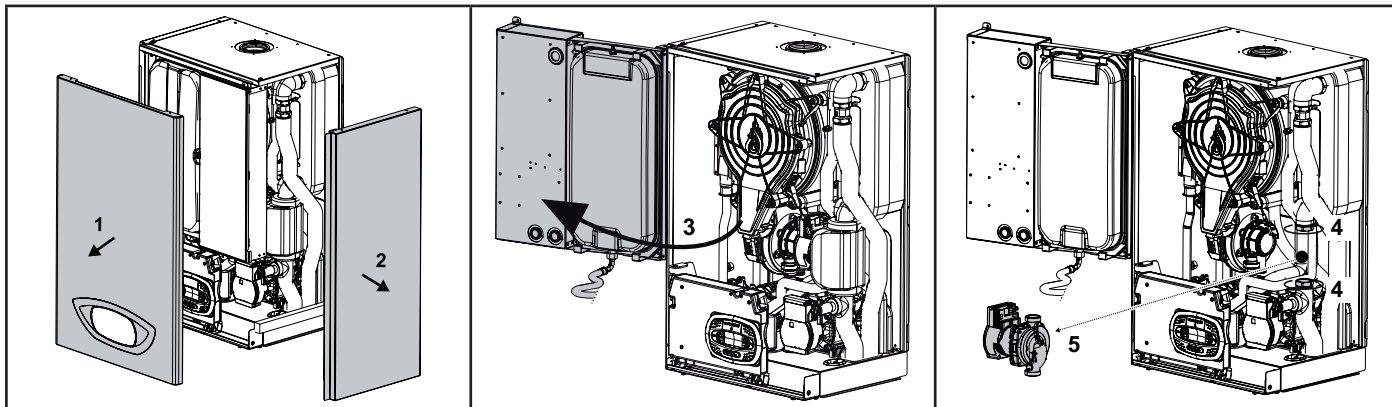

fig. 183 - Sostituzione/manutenzione circolatore della pompa di calore
- Svitare i bocchettoni ("4" di fig. 183.) e togliere il circolatore ("5" di fig. 183.)